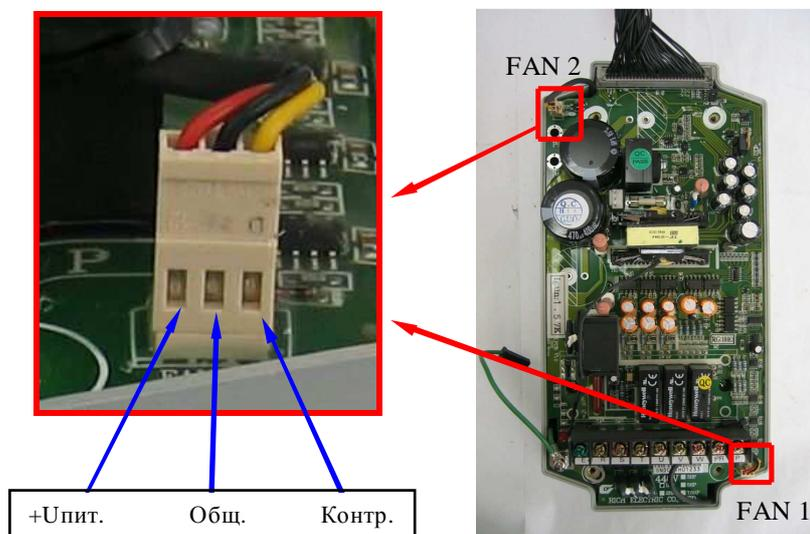

Рис. 4.12. Диагностика вентиляторов.
4.7.3. Измерить напряжение на разъеме FAN 1 между выводами Общ. и Контр. (см. рис. 4.12). У исправного вентилятора напряжение должно составлять менее 1 В. Если напряжение составляет 13...18 В - вентилятор считается неисправным и подлежит замене. Повторить измерения напряжения на разъеме FAN 2.
4.7.4. Если при подаче команды «Пуск» двигателя вентиляторы не вращаются, необходимо отсоединить разъемы вентиляторов от платы драйверов и проверить их вращение, подав напряжение ≈ 24 В от источника питания (п.3.4.2) между контактами +Упит и Общ. (рис.4.12). При отсутствии вращений – вентиляторы заменить.